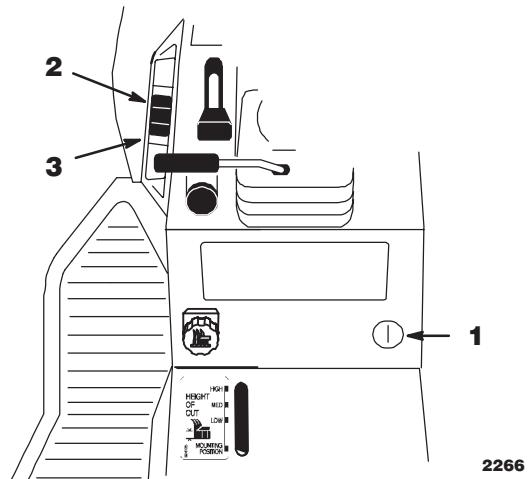

Abbildung 20
Die Hebevorrichtung (Zusatzausstattung an einigen Modellen) (Abb. 20) wird zum Heben und Absenken von Zusatzgeräten verwendet.
1. Den Schlüssel auf Position "ON" oder "RUN" drehen (Abb. 20).
2. Den Hebevorrichtungsschalter nach oben schieben, um die Hebevorrichtung nach oben zu bewegen (Abb. 20). Dadurch wird die Zusatzvorrichtung angehoben.
2. Den Hebevorrichtungsschalter nach unten schieben, um die Hebevorrichtung nach unten zu bewegen (Abb. 20). Dadurch wird die Zusatzvorrichtung abgesenkt.